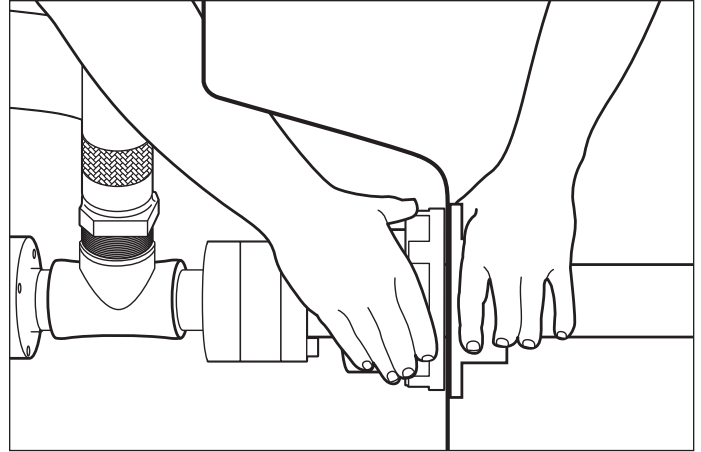

Figure 22-3
8. Utilisez une cartouche de liant époxy avec le pistolet applicateur pour couvrir la surface dentelée du corps fileté et de la bague de verrouillage interne, puis serrez les deux sur la paroi du puisard (Figure 22-3). Pour les puisards en acier inoxydable, il existe un joint Viton à utiliser à la place de l'époxy.